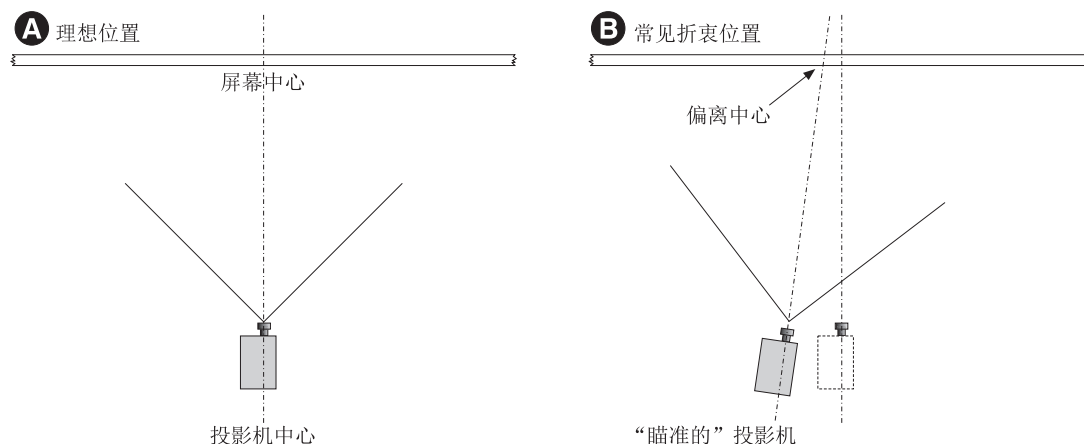

图 2-1 放置投影机
2. 将投影机置于适当的投影距离（投影机到屏幕的距离）和垂直位置。最好是将投影机安置在影院屏幕的中心。如果已有胶片投影机占据了空间，可使投影机略微偏离中心，如图 2-1 所示。这将稍微增加侧面的梯形失真，但会最大程度地降低所需的水平镜头偏移量。